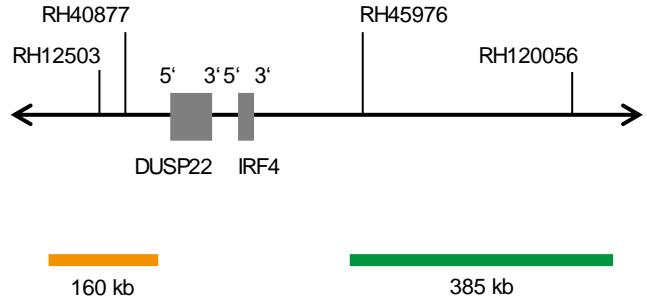

Fig. 1: SPEC IRF4,DUSP22 Mapa da sonda (não à escala)
- Polinucleótidos marcados com ZyGreen (excitação 503 nm/emissão 528 nm) (~10 ng/μl), que têm como alvo sequências mapeadas em 6p25.3\* (chr6:557,233-940,968) proximais à região do ponto de quebra IRF4,DUSP22 (ver Fig. 1).
- Polinucleótidos marcados com ZyOrange (excitação 547 nm/emissão 572 nm) (~4,5 ng/μl), que têm como alvo sequências mapeadas em 6p25.3\* (chr6:114,722-273,908) distal à região do ponto de quebra IRF4,DUSP22 (ver Fig. 1).